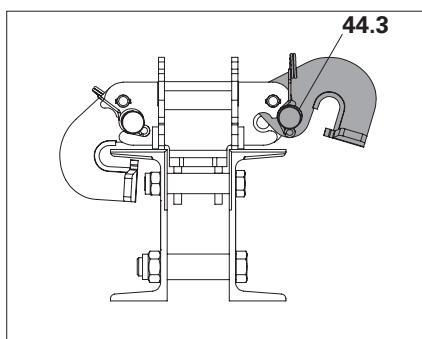

Fig. D2.04
1. Sollevare il perno di sicurezza (44.3). (Fig. D2.04 + D2.04a)